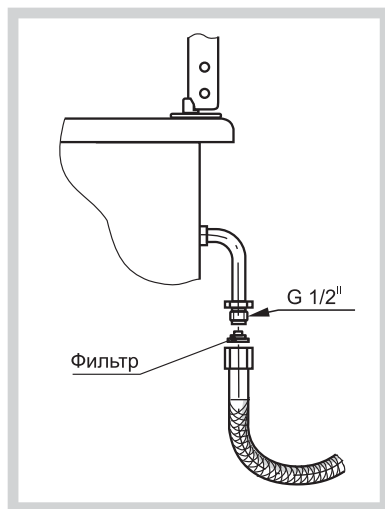

Рис.9
- выбранный шланг должен иметь документ, указывающий дату изготовления, срок службы и замены, и установлен в соответствии с рис.9;